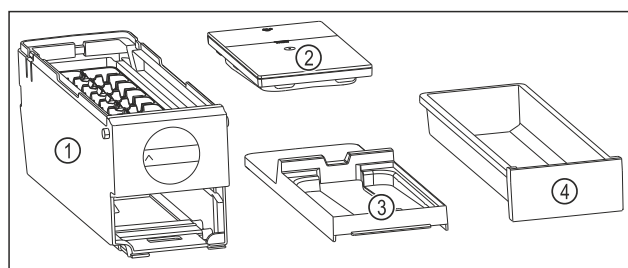

Fig. 76 Componenti dell'EasyTwist-Ice
- ▷ L'EasyTwist-Ice è scomposto in quattro parti. (vedere Fig. 76)
- ▶ Smontare l'EasyTwist-Ice scomponendo solo gli elementi rappresentati in figura. (vedere Fig. 76)
- ▶ Pulire l'intero corpo dell'EasyTwist-Ice Fig. 76 (1).